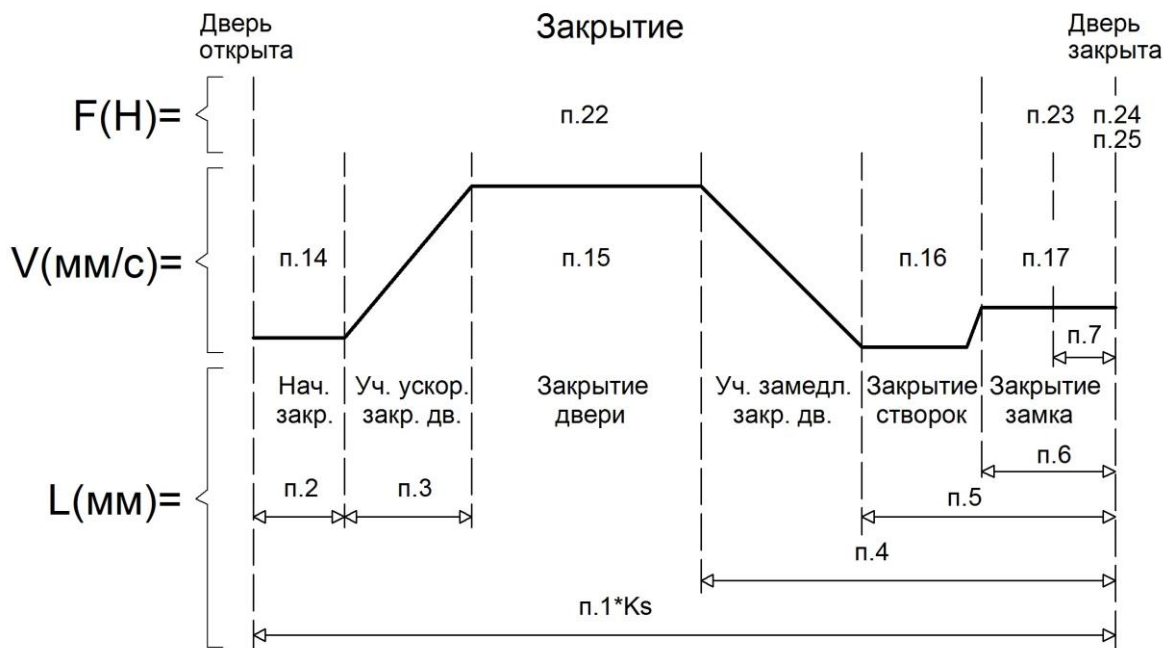

Рисунок 5 - Траектория движения двери при закрытии
5.5.1 В данный режим устройство переходит при наличии команды “ЗАКРЫТЬ”. Устройство обрабатывает заданную траекторию движения (см. рисунок 5). При полном закрытии,